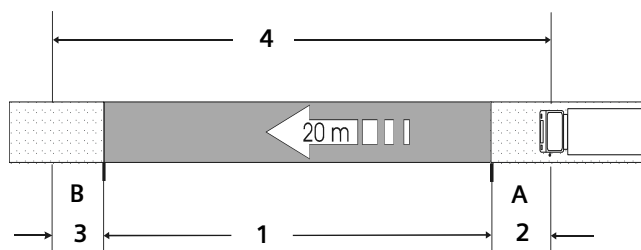

fig. 2: Trajet de mesure "mesurage manuel"
2. après un trajet de mesure de 20 m, la marque finale **(B)**, voir fig. 2.